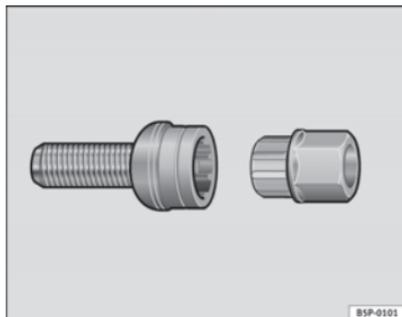

Fig. 161 Tornillo anti-robbo de la rueda
- Coloque el adaptador hasta el tope en el tornillo antirrobo de la rueda ⇒ fig. 161.